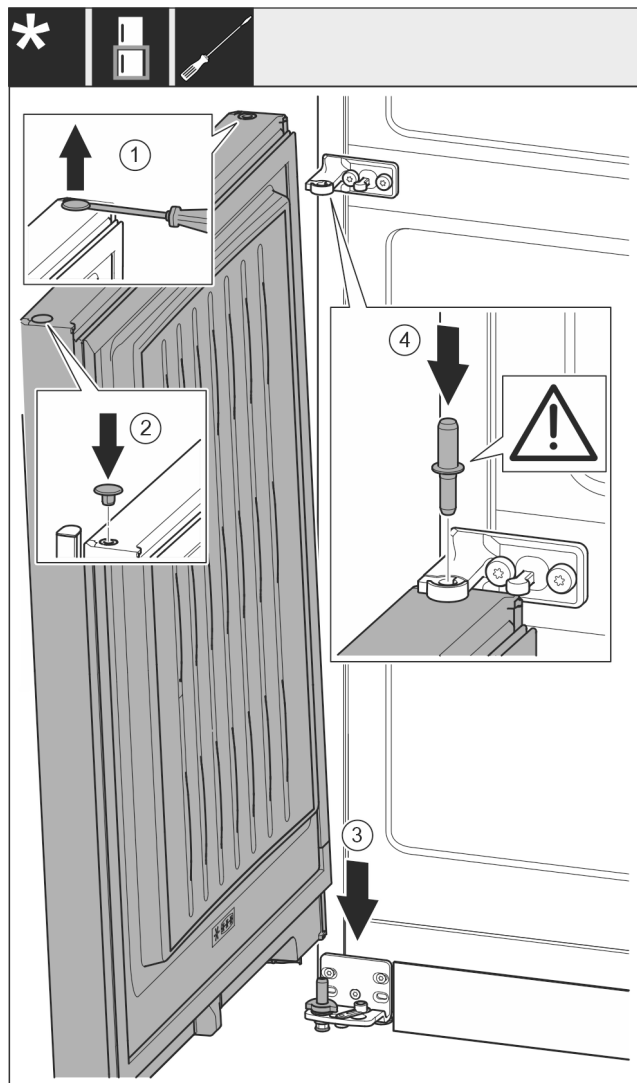

Fig. 18
- ▶ Paceliet uzmanīgi ar plakano skrūvgriezi un izvelciet ārā aizbāzni. Fig. 18 (1)
- ▶ Ievietojiet atpakaļ aizbāzni otrā durvju pusē. Fig. 18 (2)
- ▶ Uzlieciet durvis no augšas uz apakšējās gultņa tapas. Fig. 18 (3)
- ▶ Ievietojiet vidējo gultņa tapu vidējā gultņa balstā apakšējās durvis. Uzmaniet, lai aiztura izcilnis būtu vērsts virzienā uz aizmuguri. Fig. 18 (4)